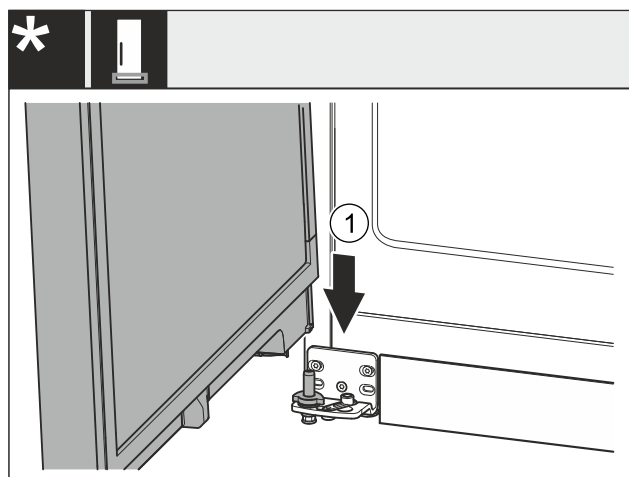

Fig. 43 *
- Påsæt døren oppefra på den nederste lejebolt Fig. 43 (1).*